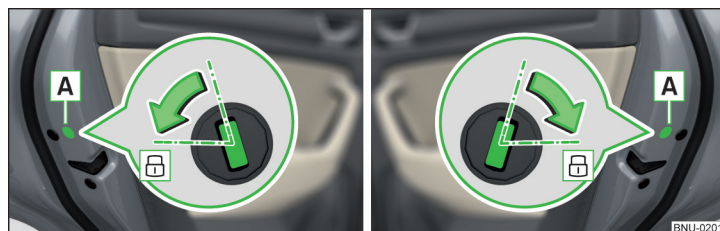

Fig. 284 Puerta izquierda / Puerta derecha
- En vehículos con la visera **A**, eliminar esta visera » fig. 284.